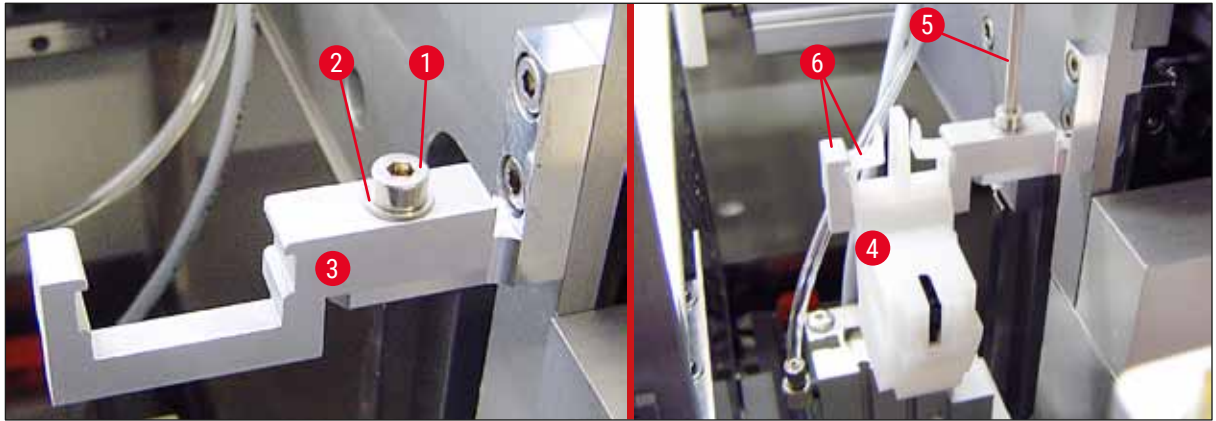

Fig. 22
4. Introduceți dispozitivul de curățare a dozatorului complet asamblat (→ Fig. 22-4) în suport, așa cum este indicat în (→ Fig. 22). Apăsați în jos pentru a vă asigura că cele două cleme de montare laterale (→ Fig. 22-6) se cuplează printr-un clic sonor în creștăturile suportului.